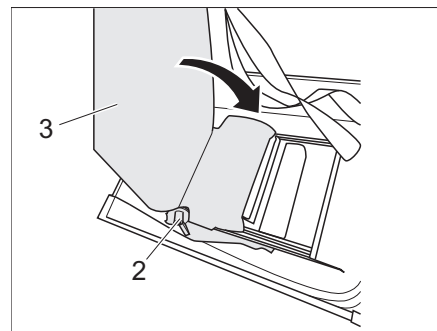

Fig. 214 Stivare lo schienale nel divanetto
- Azionare la leva 1 (Fig. 214,2) e ribaltare lo schienale (Fig. 214,3) verso l'interno.